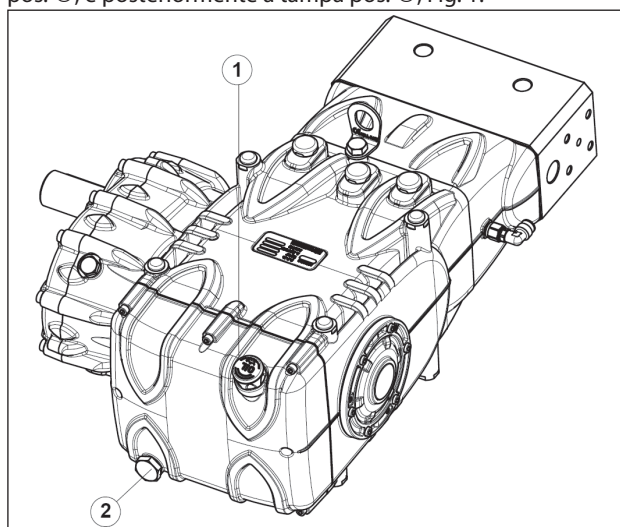

Fig. 1
Para retirar o óleo, deve remover: a vareta do nível do óleo pos. ①, e posteriormente a tampa pos. ②, Fig. 1.